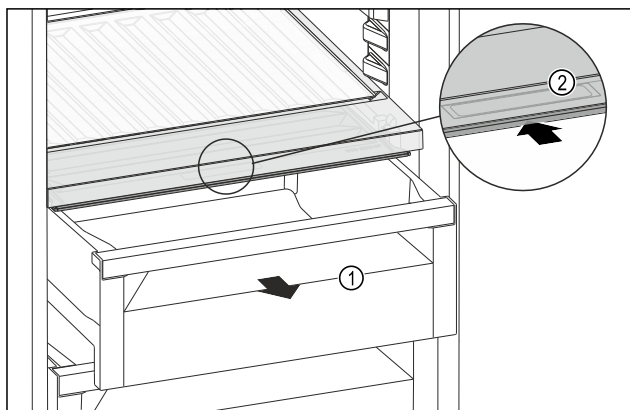

Fig. 172
- Zásuvku Fig. 172 (1) vytáhněte.
- Uchopte prohlubeň pro rukojeť Fig. 172 (2) na víku zásuvky a současně zasuňte víko zásuvky směrem dozadu.